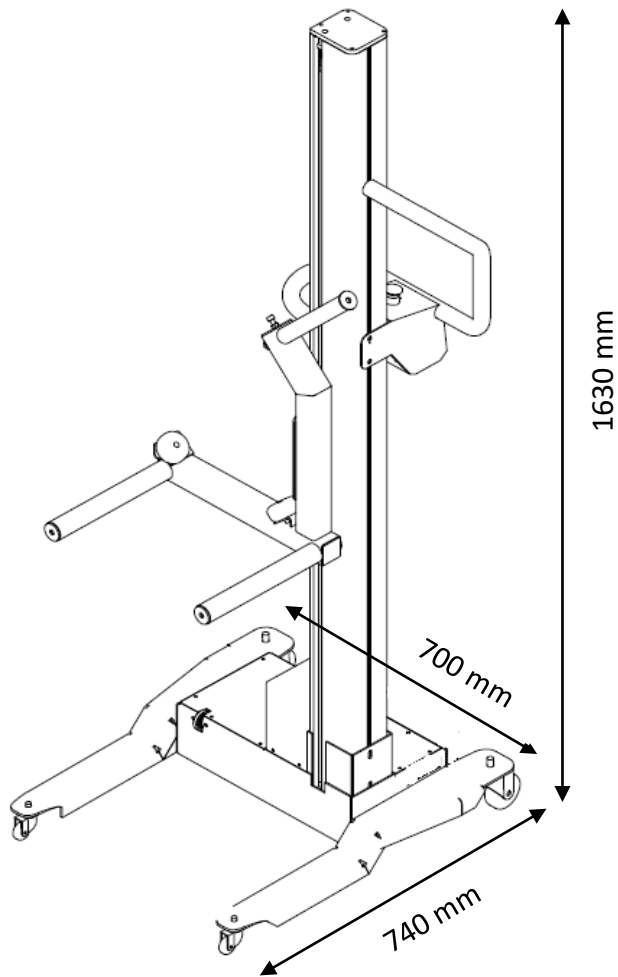

Fig. 4 - Maskinens vägledande mått
2. De två benen inklusive hjul sätts fast med de fyra medföljande bultarna medan hjullyftaren ligger ner. Se eventuellt. fig. 4 för korrekt montering.
3. Res upp maskinen och montera lyftbeslag till hjul på lyftbalken med de medföljande två bultarna. Se eventuellt fig. 4 för korrekt montering.